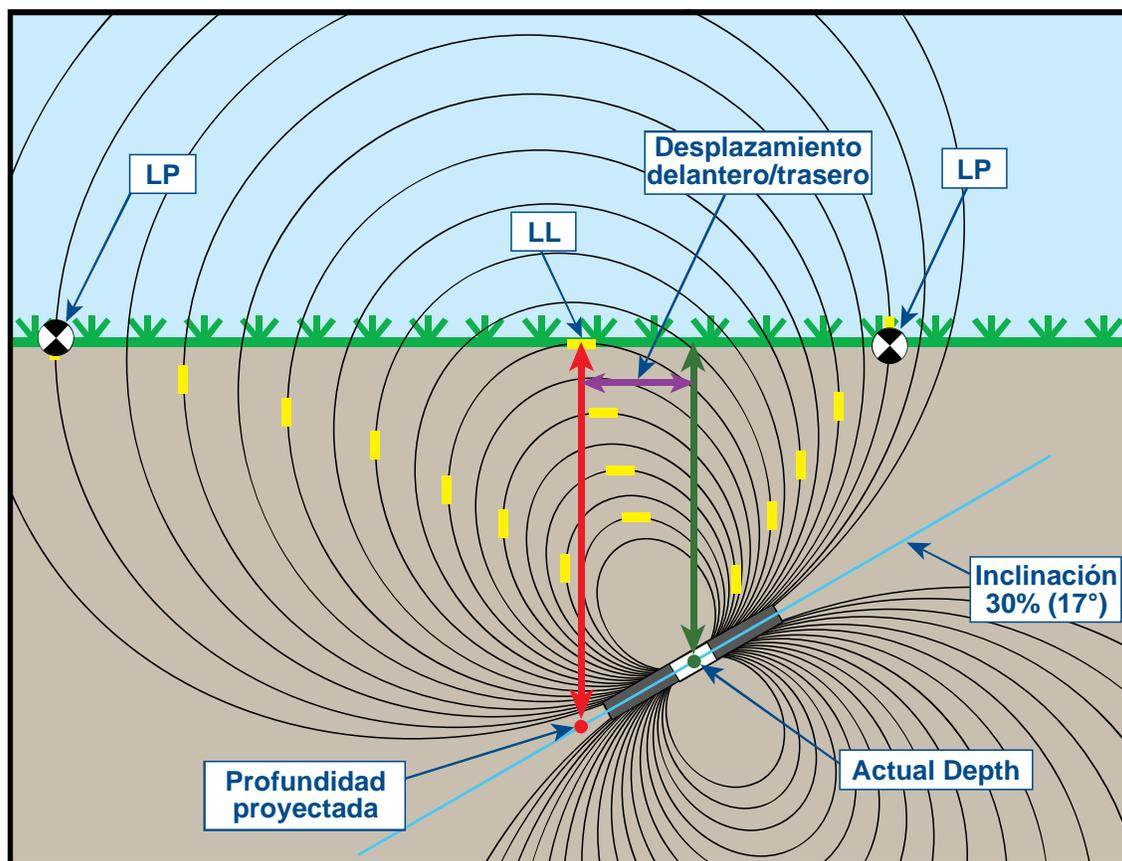

Figura B2. Profundidad proyectada vs. profundidad y desplazamiento delantero/trasero con inclinación y profundidad
La profundidad proyectada y el desplazamiento delantero/trasero, mostrados en la Figura B2, deben ser tomados en cuenta cuando el transmisor se encuentra inclinado y/o profundo. Vea las tablas proporcionadas más adelante en este apéndice (Tabla B1 y B2) para determinar la profundidad real y el desplazamiento delantero/trasero cuando se conoce la profundidad e inclinación mostradas (proyectadas) del transmisor.
La Figura B2 muestra un transmisor colocado en una sarta de perforación que se supone es para ilustrar la perforación en una inclinación positiva o negativa - la inclinación es positiva si se está perforando de izquierda a derecha y es negativa si se está perforando de derecha a izquierda. El campo de señal del transmisor también está inclinado al mismo ángulo que el transmisor. La línea de localización (LL), que se encuentra en donde se toma la medición de la profundidad, es el componente horizontal de las líneas de flujo de campo de señal del transmisor. Es decir, la LL se encuentra donde las líneas de flujo son horizontales, tal como se ilustra con las líneas amarillas horizontales cortas en la figura anterior.
Los puntos de localización (FLP y RLP) se muestran también en la Figura B2. Estos puntos se localizan en los componentes verticales del campo de señal, tal como se ilustra con las líneas amarillas verticales cortas en la figura anterior. Note que los puntos de localización no se encuentran a la misma distancia de LL cuando el transmisor se encuentra inclinado. Nuevamente, esta situación requiere de compensación para la profundidad proyectada y el desplazamiento delantero/trasero.